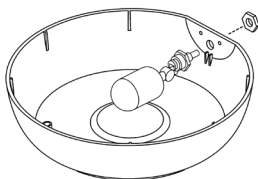

Abbildung 4
1. Entfernen Sie die schwarze Mutter des Schwimmerventils und stecken Sie das Ventil von innen ins vorgesehene Loch im Reservoir des Boum Topfes. Stellen Sie sicher, dass das Schwimmerventil so ausgerichtet ist, dass der Schwimmer nach unten hängt und sich bei steigendem Wasserpegel vertikal bis zur vertikalen Schliessposition nach oben bewegen kann (siehe Abb. 4 am Beispiel Boum Topf 13 L Pro). Die Rippe entlang der Wand des Reservoirs hilft, das Schwimmerventil in der richtigen Position zu halten. Fixieren Sie das Schwimmerventil per Hand mit der mitgelieferten schwarzen Mutter.